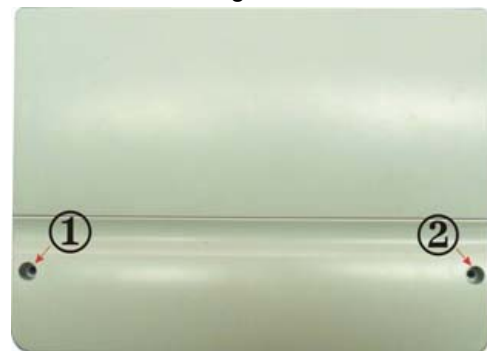

Imagen 5
- ▶ Afloje los tornillos ① y ②, y retire la cubierta superior en dirección hacia arriba, ver imagen 5
- ▶ sujétela con los tornillos ① y ②